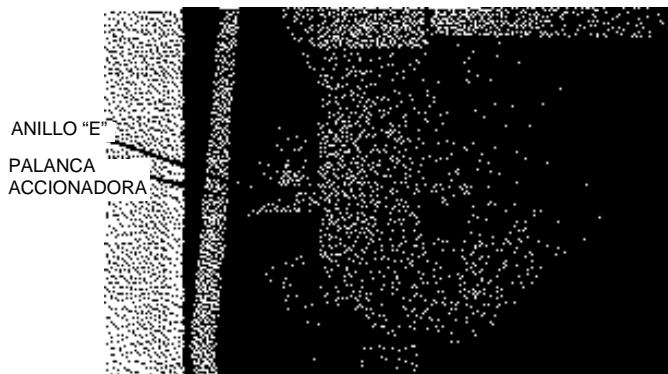

Figura 21.
3. Si el reconector tiene el accesorio de interruptor auxiliar, quite el anillo "C" o "E" y la arandela (Figura 21) y desconecte la palanca accionadora del interruptor del mecanismo del reconector.